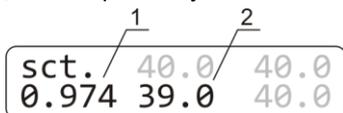

Рисунок 3. Изменение коэффициента:
- 6.4.6 С помощью кнопок **▲** и **▼ T °C** измените коэффициент калибровки (рис. 3/1) так, чтобы новое значение температуры (рис. 3/2) соответствовало температуре независимого сенсора. В нашем примере коэффициент калибровки будет равен 0,974.